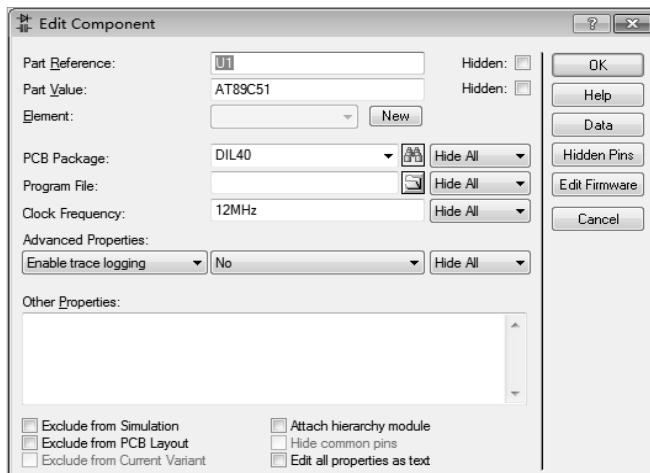

图 1-31 加载程序
(6) 双击单片机芯片，加载 KEIL C51 编译生成的 HEX 文件，并加载到“Program File”文本框内，如图 1-31 所示。